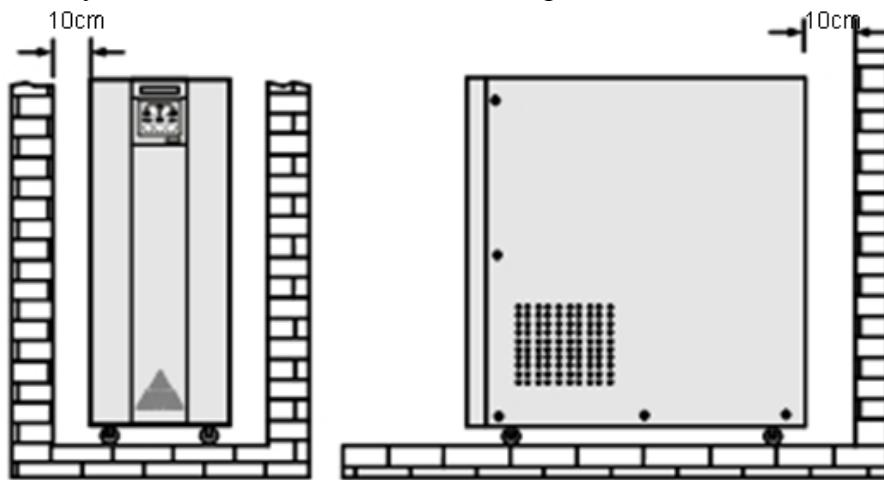

Рис.4
- Пожалуйста размещайте ИБП в месте с хорошей вентиляцией. Задняя панель ИБП две боковые панели должны быть удалены от стен на расстояние не менее 10см (Рис. 4). Указанное расстояние является минимально допустимым; оптимальным является расстояние не менее 20-30см.